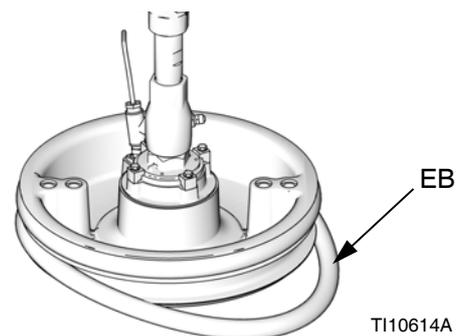

FIG. 20
- Nettoyer les rainures des joints à l'aide d'un outil en bois ou en plastique pour ne pas endommager le racleur (EB).
- En partant du bas*, incliner un racleur (EB) sur le dos du cylindre. Voir la FIG. 20.
- Introduire le racleur (EB) dans la rainure supérieure et faire glisser l'avant du racleur dans la rainure.
- Introduire le deuxième racleur (EB) dans la rainure inférieure et faire glisser l'avant du racleur dans la rainure.